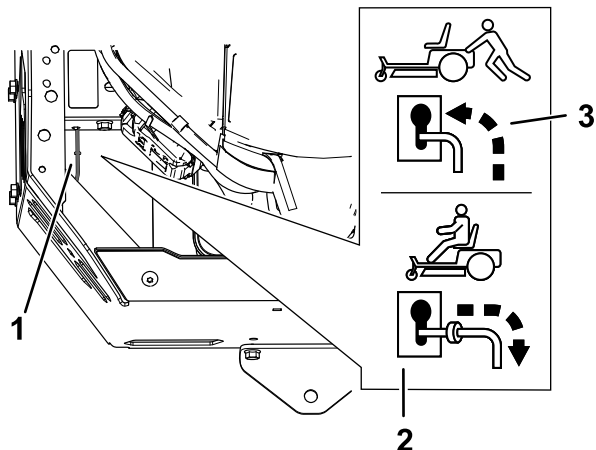

Figura 38
4. Deplasați manetele de bypass spre față prin creștătură pentru a le bloca în poziție (Figura 38).